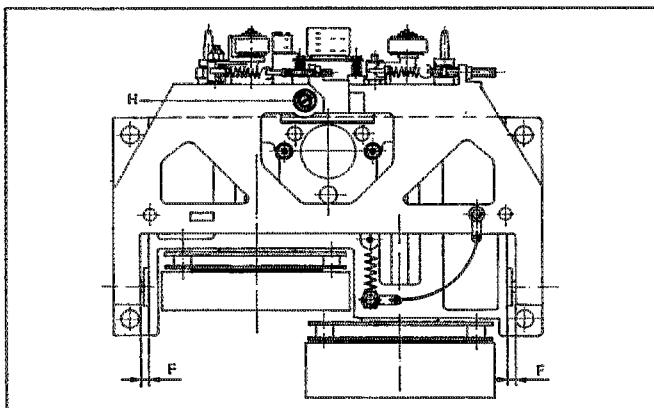
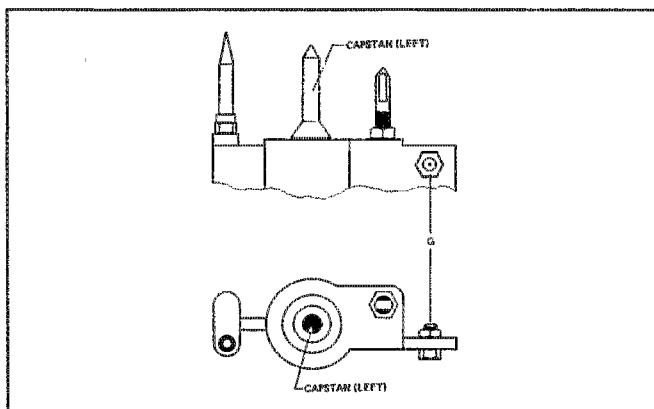

Fig. 3.3
Fig. 3.4
Der Schwenkträger ist über eine Erdungslitze neben der Rückzugsfeder geerdet (Fig. 3.3, Ansicht von unten)
- kontrollieren, ob die beiden Gewindestifte an den Drehpunkten des Schwenkträgers so eingestellt sind, dass auf beiden Seiten der Abstand [F] Schwenkträger - Doppelcapstanträger gleich gross ist (Fig. 3.3).
- werden die Gewindestifte neu eingestellt muss anschliessend die Zentrierschraube [G] (Fig. 3.4) im Doppelcapstanträger gelöst werden. Den Schwenkträger nach oben drücken, bis die Spitze des Gewindestiftes [H] (Fig. 3.3) in die Zentrierschraube eintaucht, und diesen dadurch neu zentriert.
- die Eintauchtiefe wird mit der Einstellschraube [H] (Fig. 3.3) so eingestellt, dass das andere Ende des Mess-Schreibers sich im Bereich der eingefrästen Markierung befindet